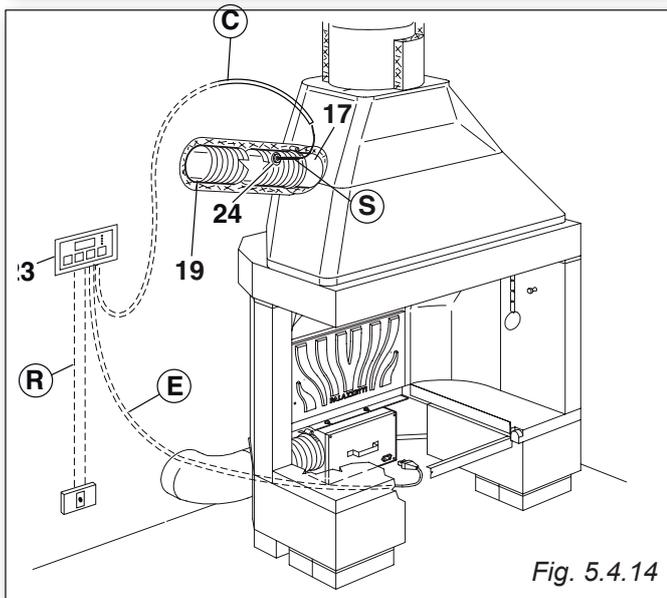

Fig. 5.4.14
5.4.11 Installazione della centralina optional (fig. 5.4.14)